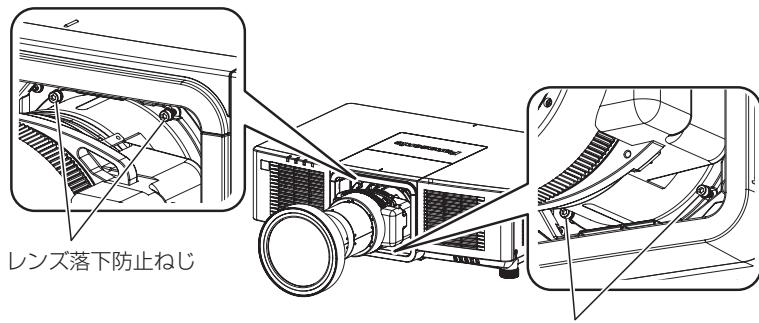

図2
- ズームレンズ（品番：ET-EMU100）を取り付けている場合は、投写レンズの周囲にあるねじ（4本）を、ズームレンズ（品番：ET-EMU100）に付属の六角ボールポイントドライバーで取り外してください。（図2）